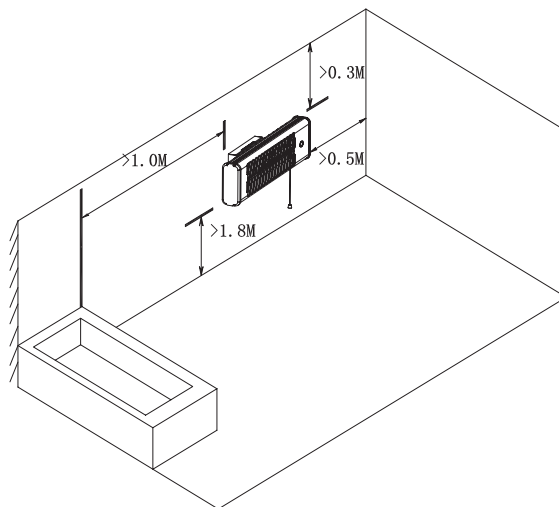

Abbildung 2
6. Positionieren Sie den Heizkörper gemäß den Abstandsanforderungen, die in Abbildung 2 unten angegeben sind.